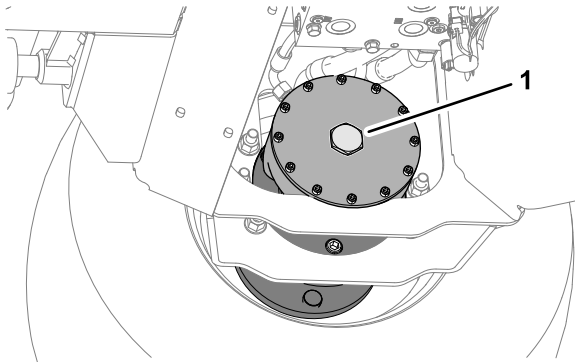

Bild 41
5. Entfernen Sie an der Scheibenbremse des rechten Vorderradmotors die Sechskantschraube (**Bild 41**).